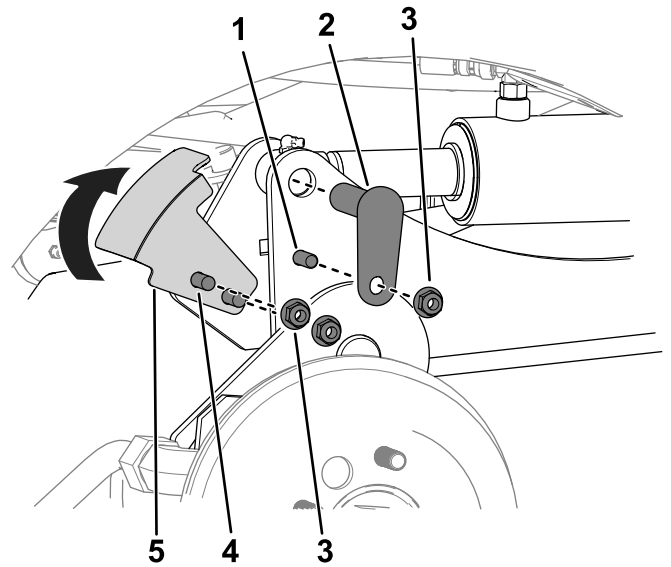

図 12
- 各シリンダロッドの端部を、対応する昇降アームに取り付ける小さいピン、ボルト $\frac{3}{8}$ " x  $1\frac{1}{4}$ "、ナット $\frac{3}{8}$ "で 図 12のように取り付ける。
- 右側昇降アームにセンサーブラケットを取り付けるキャリッジボルト 本、ナット $\frac{3}{8}$ " 2 個で 図 12のように取り付ける。
センサーブラケットを取り付ける時、ブラケットを上向きに 図 12 のように回してからクランプ固定する。